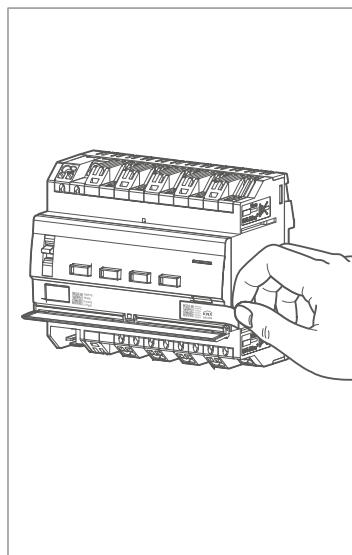
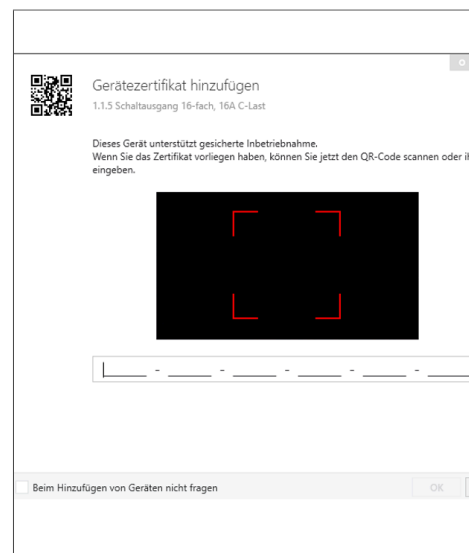

Fig. 8: Rimuovere il codice QR per la certificazione secure dal dispositivo (in modo simile all'illustrazione)
Fig. 10: Inserire il codice QR manualmente
- 2 Inserire il codice secure del dispositivo (codice QR) (guardare Fig. 10), scansionarlo (guardare Fig. 8) oppure aggiungerlo al progetto in ETS.